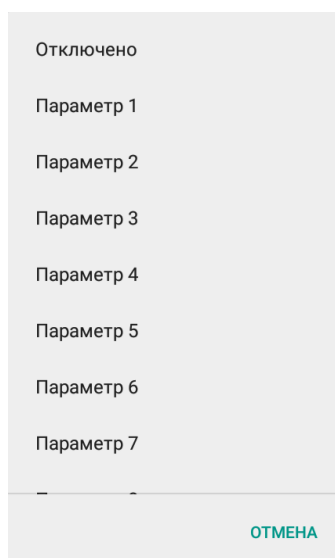
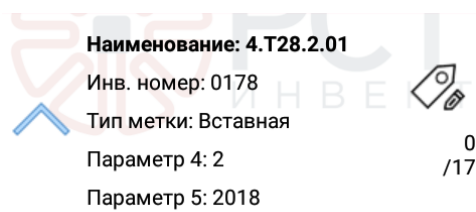

Рисунок 14 - Выбор параметра
Рисунок 15 - Параметры маркированного изделия, записанные в БД
5. «Поиск штрих-кода в поле» - выводит окно для выбора параметра (Рисунок 14). Номер параметра выбирается из параметров объекта (Рисунок 15), записываемых в БД при маркировке. Этот параметр будет автоматически использоваться при считывании штрих-кода, не выходя из режима чтения UHF RFID-меток.